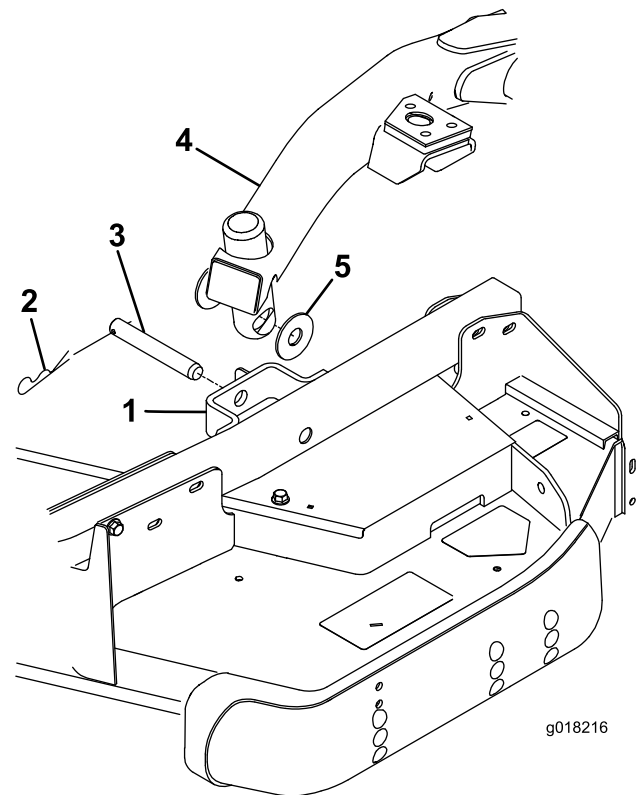

Bild 4
1. Entfernen Sie die zwei Druckscheiben, den Lastösenbolzen und Splint aus der Halterung jedes Laufradarms am Mähwerk (Bild 4).
3. Stellen Sie den Hubhebel nach vorne auf die Schweben-Stellung. Drücken Sie einen Hubarm nach unten, bis die Löcher im Hubarm mit den Löchern in der Laufradarm-Halterung ausgefluchtet sind (Bild 4).